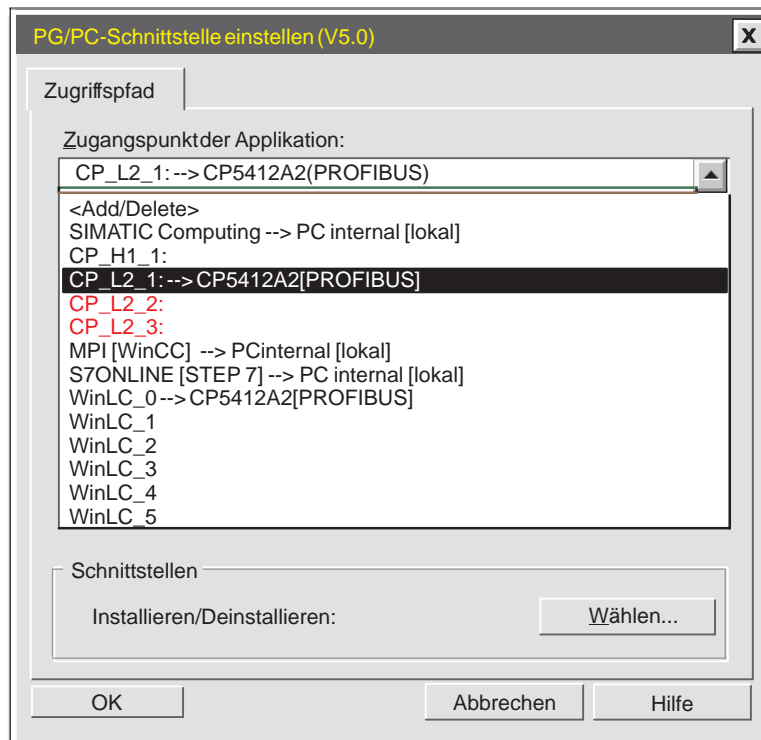

Bild 2-2 Einrichten des Zugangspunkts der Applikation
1. Wählen Sie im aufklappbaren Listenfeld unter "Zugangspunkt der Applikation" CP\_L2\_1 als Zugangspunkt aus (siehe Bild 2-2).